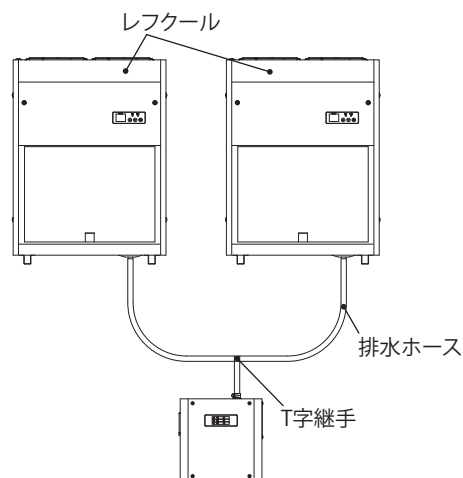

図 6
- ・レフクールを複数台接続する場合は、T 字継手などを使用して排水ホースをドレン入水口に接続してください。（図 6）